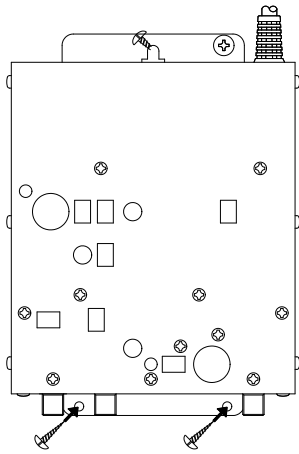

図 2
- 3. 次に残りの2本で下部を仮締めしてください。(図2)
- ・本体は必ず右図(図2)のように垂直方向に設置してください。